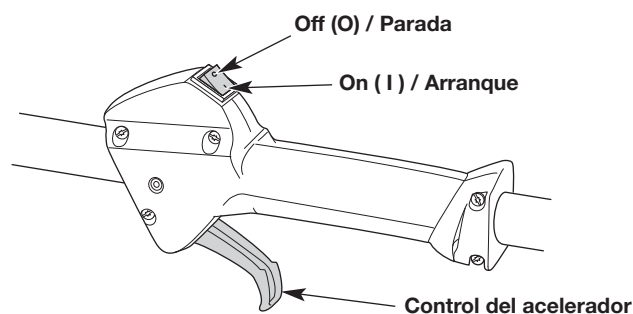

Fig. 9
NOTA: No es necesario encender la unidad. El interruptor de encendido/apagado está en la posición ON (I) (encendido) en todo momento (Fig. 9).
5. Apriete y mantenga oprimido el control del acelerador (Fig. 9).
2. Oprima y mantenga apretado el interruptor de encendido/apagado en la posición OFF (O) (apagado) hasta que el motor se pare por completo (Fig. 9).
6. Apriete y mantenga oprimido el control del acelerador (Fig. 9).